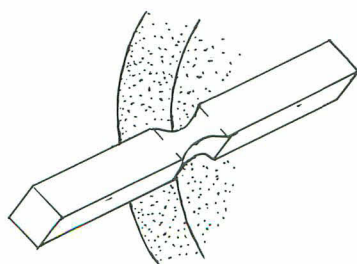

図21-5
短くなって捨てられる運命にあるハイス完成バイトとか、カドが欠けたり摩耗したりで捨てられる三角形の超硬ティップ(新品は大変高価ですが、親しい工場なら破損品をくれるでしょう)などを角鋼材に銀ロウ付けすると立派なバイトができます。写真21-4手前から3番目はハイス完成バイトの小片を、第3章の写真3-10③は三角の超硬ティップを銀ロウ付けしたものです。完成バイトを短く切断するには図21-5のように四辺をグラインダーのカドで研ぎ落して細くしてからバイスに